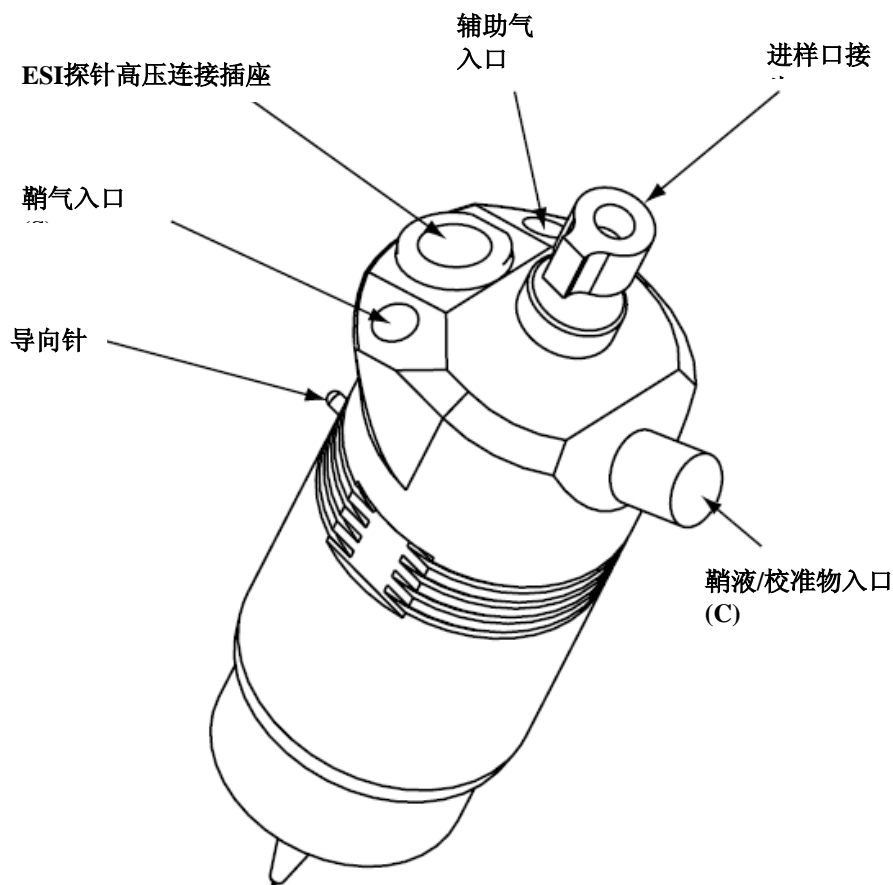

图2-11 ESI探头，侧视图
3. 将ESI探头插入离子源外壳的端口中，对齐探头上的导向针，与ESI联锁组件成-45度角。见图2-11。